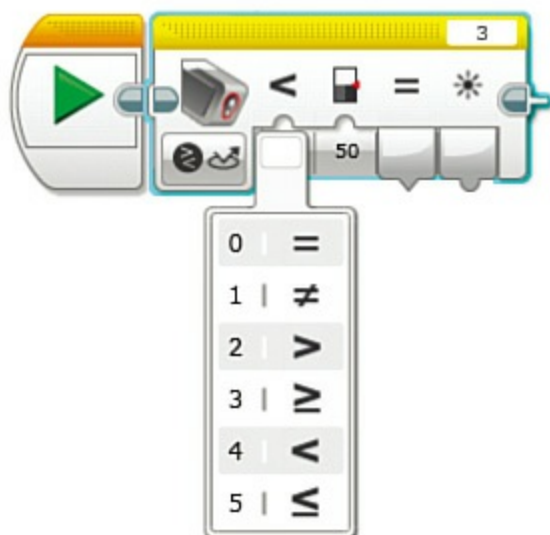

图7.20 “比较”的扩展选项
4. 上面的“<”符号有一些你希望传感器工作的模式。如果单击“4”，几个其他的属性会出现，供你直接选择，如图7.20所示。